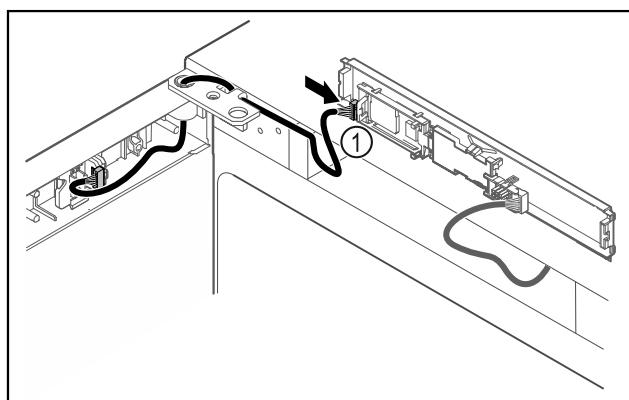

Fig. 49
- Подключите штекер Fig. 49 (1) к панели.